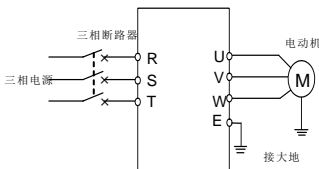

图 5-3 SVC 模式运行接线
- ① 按图 5-3 接线；
- ② 确认接线无误后合上电源开关，接通电源；
- ③ 按以下设置参数
- ④ 按 **[FWD]** 键启动变频器，如果③中修改了电机铭牌参数（F2.0.00 ~ F2.0.04），将自动启动一次静态参数辨识，变频器输出 0 频率，辅显示栏显示当前输出电流（此时不受参数 F0.0.13 的限制）。当显示电流稳定为 0.0 时，自学习结束，开始运行；